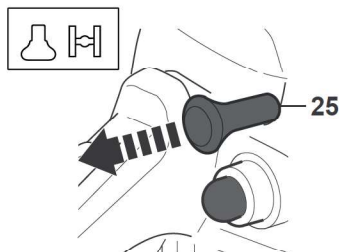

Fig. 25
- > Puxe completamente a alavanca do estrangulador. A alavanca do estrangulador fica na posição CLOSE (FECHADA) e o acelerador fica em estado de prontidão (Fig.25).